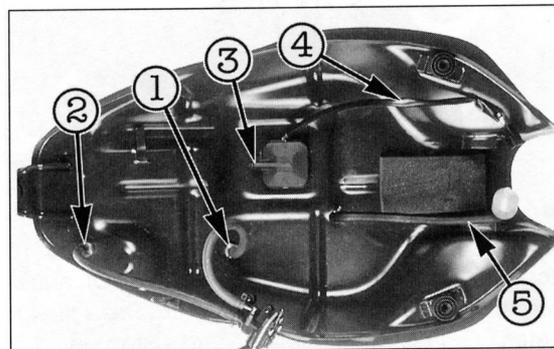

Bild 14
- Filtersiebe ① und ② Bild 14 ausdrehen und vom Tank abnehmen.